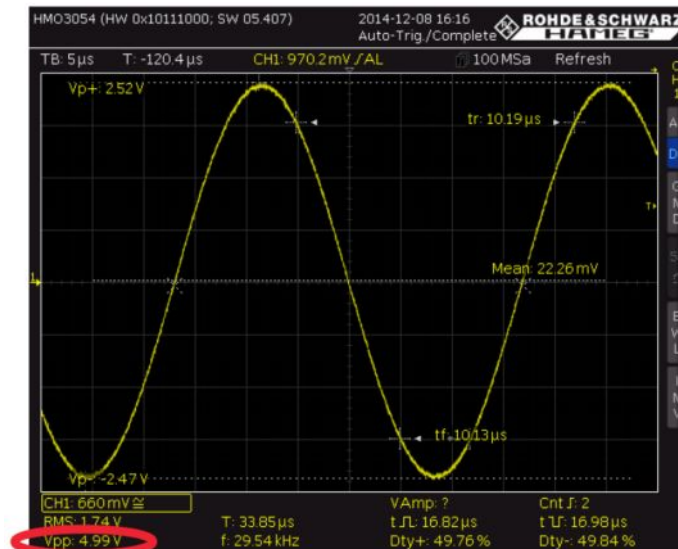

Рис. 2-40 – Настройка амплитуды U_{in} на частоте среза
- Увеличение частоты изменило условия согласования между генератором сигналов и ИУ, что повлияло на входное напряжение. Для корректного измерения частоты среза входное напряжение необходимо отрегулировать на HMF2550 до получения того же значения, которое было измерено на частоте $f=500$ Гц (рис. 2-40).